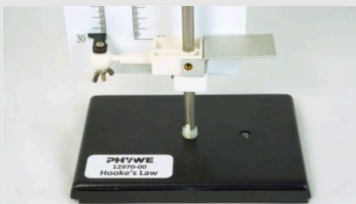

Abbildung 1
- Schraube die Stange in die Grundplatte und sichere die Stange gegen Verdrehen mit Hilfe der Kunststoff-Flügelmutter (Abb. 1).